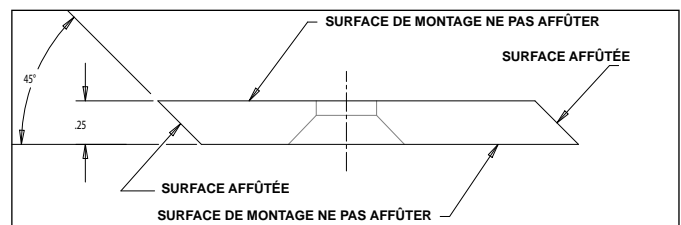

Figure 5.2 – Lame à deux tranchants
2. Remeulez les bords angulaires des lames de broyage à 45 degrés (Figure 5.2).